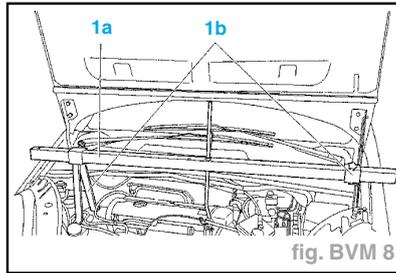

fig. BVM 8
- Poser les outils (1a) et (1b) (traverse 4090-T et support 9090-T) (fig. BVM 8).